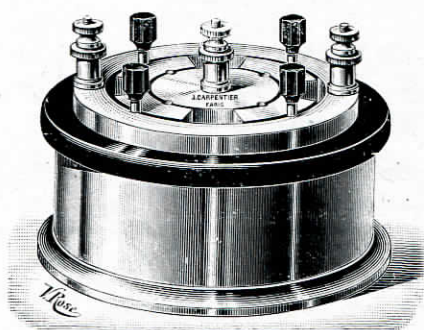

FIG. 19
- Condensateur étalon** (mica et étain), capacité 1 microfarad subdivisé en 4 sections de 0,1 + 0,2 + 0,2 + 0,5 microfarad (*figure 19*)..... 350. »